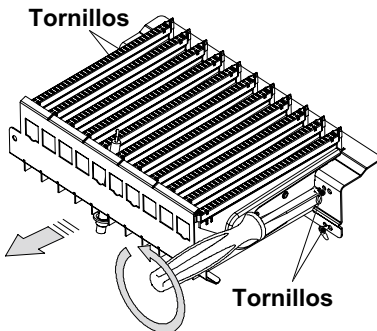

Fig. 8.1
- Quite el panel delantero de la cámara de combustión y el quemador en Fig. 8.1.
- Vuelva a montar el quemador Fig. 8.1, el panel delantero de la cámara de combustión y la pared móvil de la cámara estanca.